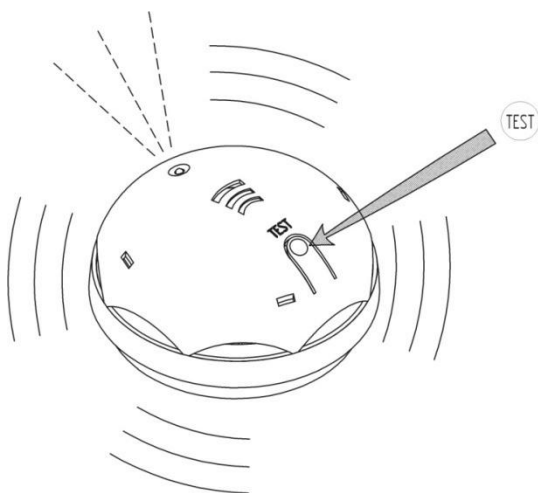

Рис.5 Проведення тестування сигналізатора
5.4.4 Натиснути та утримувати протягом 3-5 секунд кнопку TEST. Повинен часто заблимати оптичний індикатор та прозвучати переривчастий звуковий сигнал. Після відпускання кнопки звукові та світлові сигнали припиняються (дивись Рис.5).